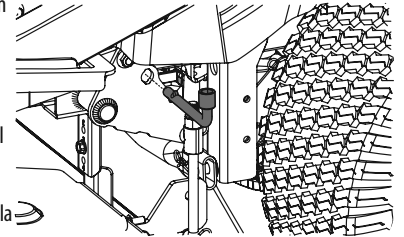

Figura 47
- Utilice el pedal de elevación de la plataforma y la perilla de elevación de la plataforma para colocar la plataforma en su posición más baja y utilice la herramienta para usos múltiples para trabar los componentes de elevación de la plataforma en su lugar. Junto a la rueda trasera del lado izquierdo del tractor hay un par de orificios de alineación (uno sobre el bastidor y uno sobre el brazo de elevación de la plataforma) como se muestra en la Figura 47. Verifique que la herramienta está correctamente insertada en su totalidad, trabando el brazo de elevación de la plataforma en el bastidor.